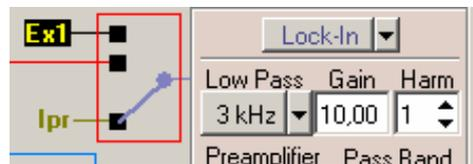

Рис. 10-36
- Установите переключатель входа синхронного детектора в положение **Ipr** (Рис. 10-36).